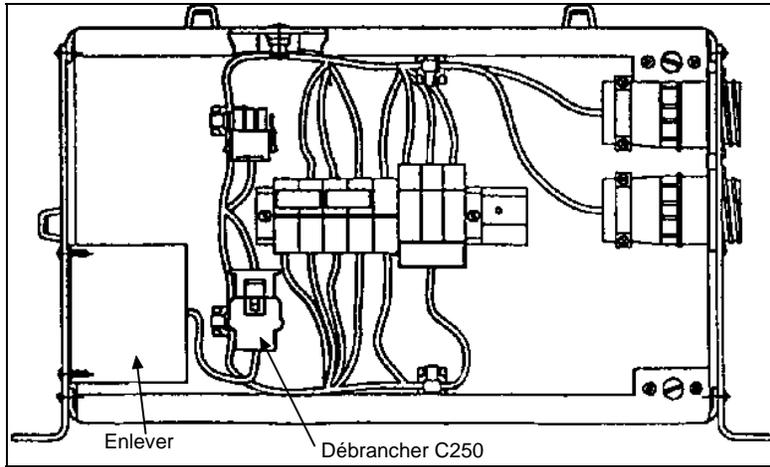

FIGURE 4
2. Débrancher le connecteur C250. Il est situé à l'intérieur de la boîte de jonction des alarmes (Fig. 4).